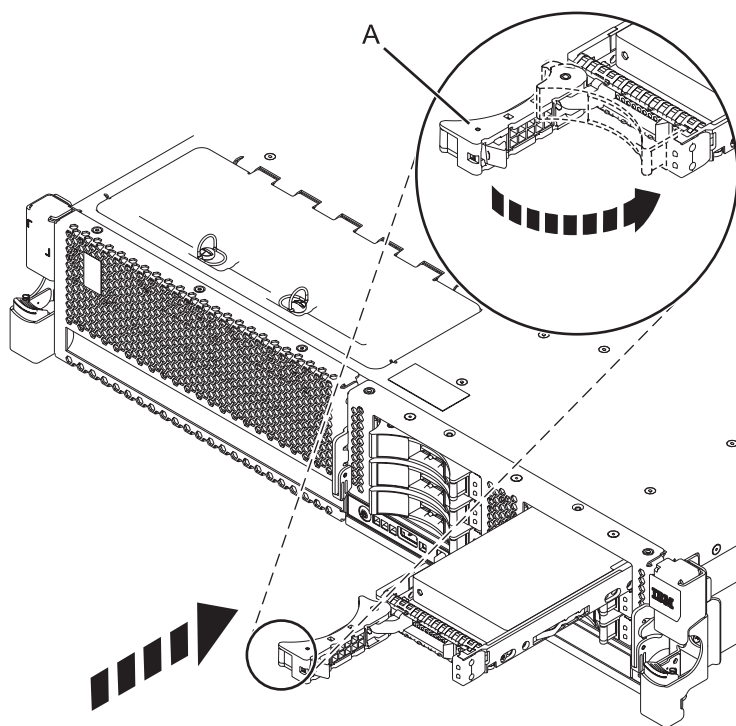

Figura 16. Instal·lació de la unitat al sistema
4. Moveu la unitat fins al fons de la unitat del sistema o de la unitat d'expansió i empenyeu la nansa de la unitat (A) cap a dins fins que quedi encaixada, com es mostra a la Figura 16 a la pàgina 30.